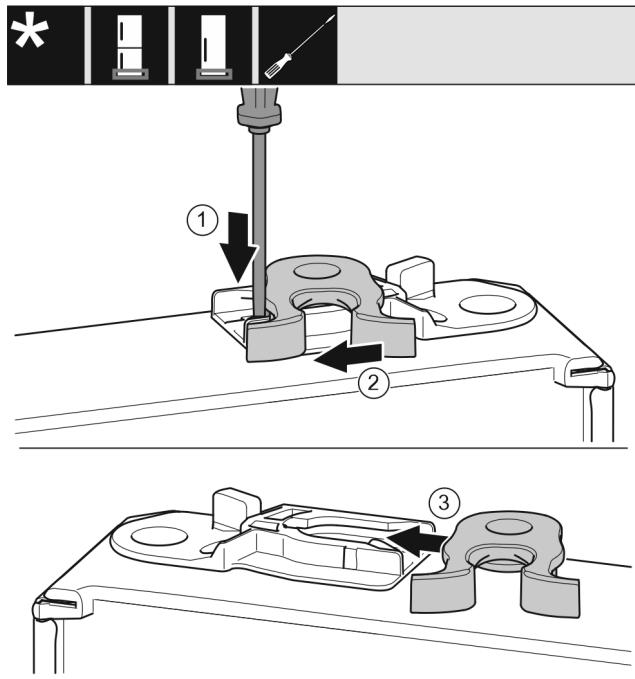

Fig. 18
- Apăsați în jos eclisa cu surubelnīța plată. Fig. 18 (1)
- Trageți cârligul de închidere din ghidaj. Fig. 18 (2)
- Împingeți pe partea opusă cârligul de închidere în ghidaj. Fig. 18 (3)